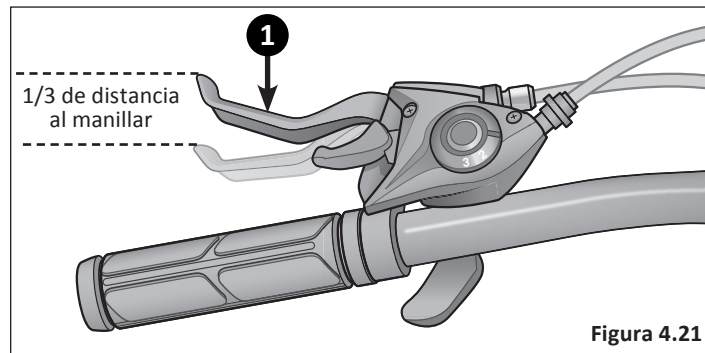

Figura 4.21
- 1 Compruebe que la tensión del cable de freno permite 1/3 del recorrido de la maneta de freno antes de que las zapatas entren en contacto con el rotor de disco. Si el cable se ha estirado o resbalado, vuelva a ajustar la tensión del cable del freno. **Figura 4.21**